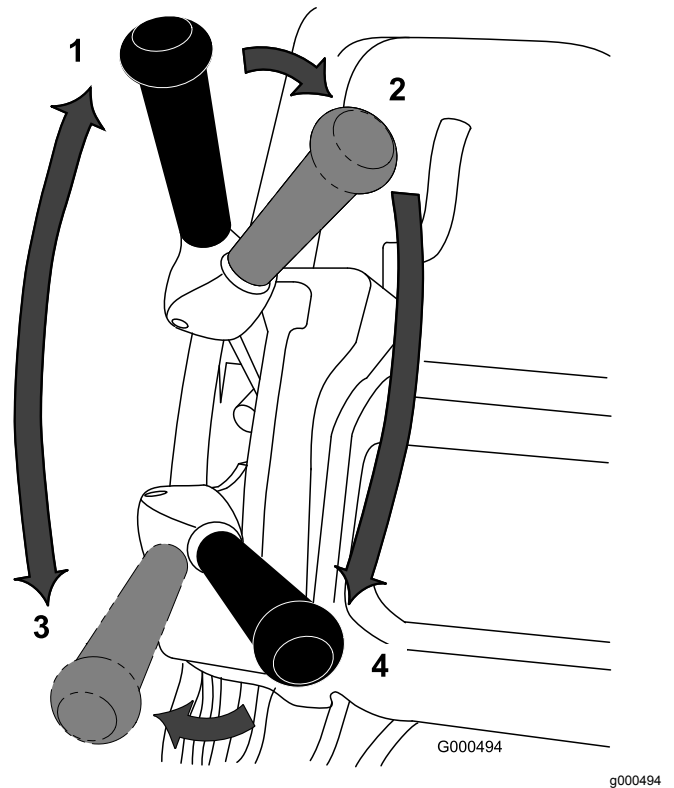

Figure 35
2. Vérifiez que le levier de commande de déplacement et du cylindre est en position POINT MORT ; voir Figure 35.
1. Démarrez la machine, placez la commande de vitesse en position ZÉRO, appuyez sur le guidon pour soulever l'unité de coupe, appuyez sur la commande de présence de l'utilisateur, amenez le levier de commande de déplacement en position MARCHE AVANT (Figure 35) et augmentez progressivement la vitesse pour transporter la machine jusqu'en bordure du green.
3. Amenez le levier de commande de déplacement à la position POINT MORT, puis poussez-le vers la gauche et l'avant à la position déplacement – MARCHE AVANT et commande du cylindre – ENGAGÉE (Figure 35).